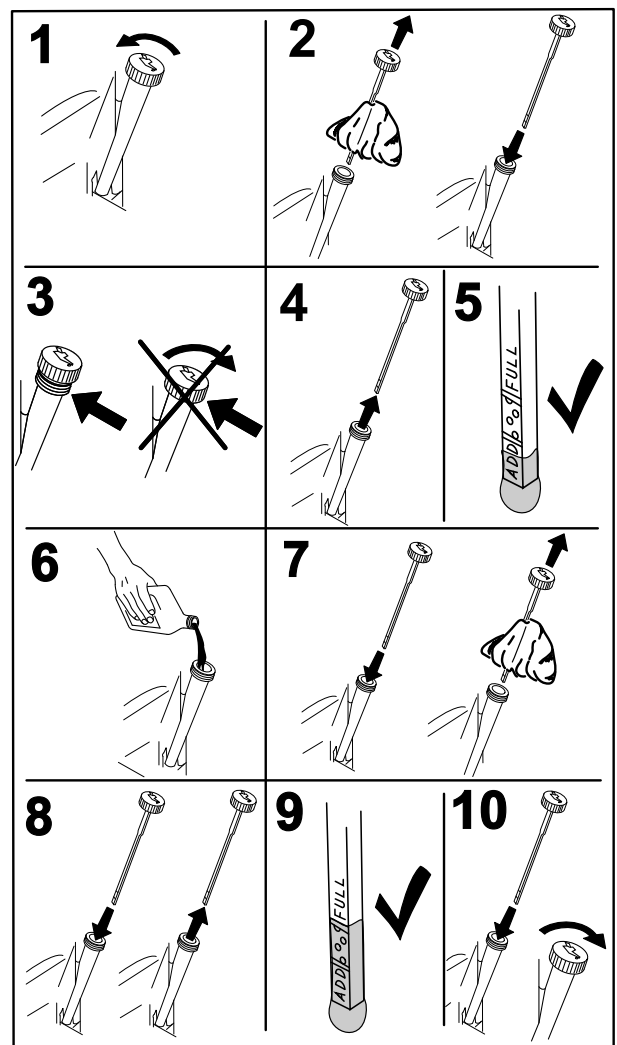

Figura 44
4. Pare el motor, retire la llave y espere a que se detengan todas las piezas en movimiento antes de abandonar el puesto del operador (Figura 44).